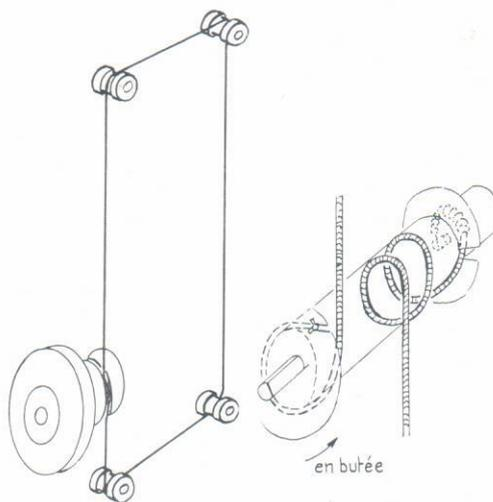

Fig. 3
- Faire deux tours autour du tambour, passer le cordonnet sur les guides, fig. 3.